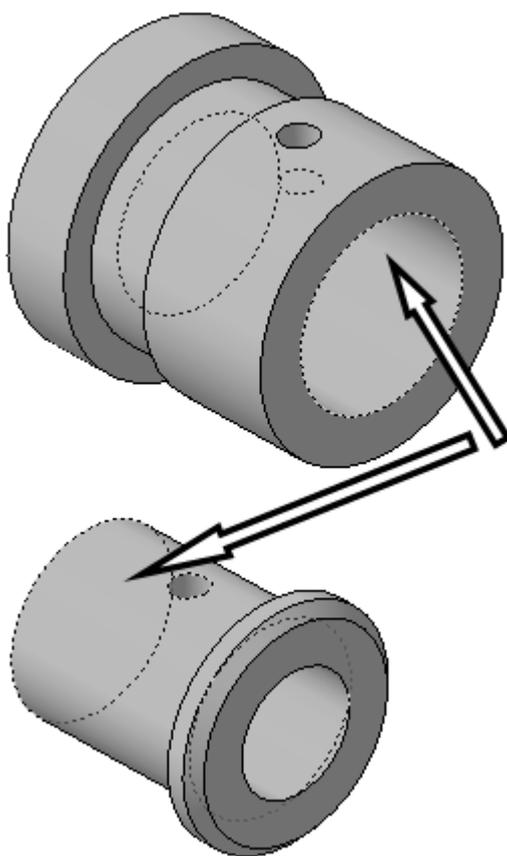

Рис. 11.3. Указание граней для наложения сопряжения *Соосность*
9. Последовательно укажите цилиндрическую грань *Стакана* и цилиндрическую грань *Втулки* (рис. 11.3.). Вы увидите, что *Втулка* переместилась в окне сборки таким образом, чтобы выполнялось условие соосности указанных цилиндрических граней. Теперь, если Вы захотите переместить *Втулку*, она будет перемещаться только вдоль своей оси, не нарушая наложенное на неё сопряжение. Обратите внимание, что в разделе **Сопряжения** (в **Дереве построения** модели) появилось сопряжение **Соосность**.